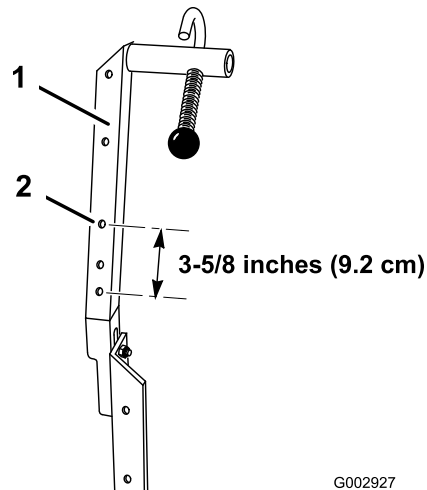

Figura 8
- Sulle macchine con numero di serie 259999999 o inferiore, dotate di barra normale, praticate un foro (diam. 11/32 poll.) nel supporto per barra di destra, 9,2 cm sopra il centro del foro inferiore (Figura 8).